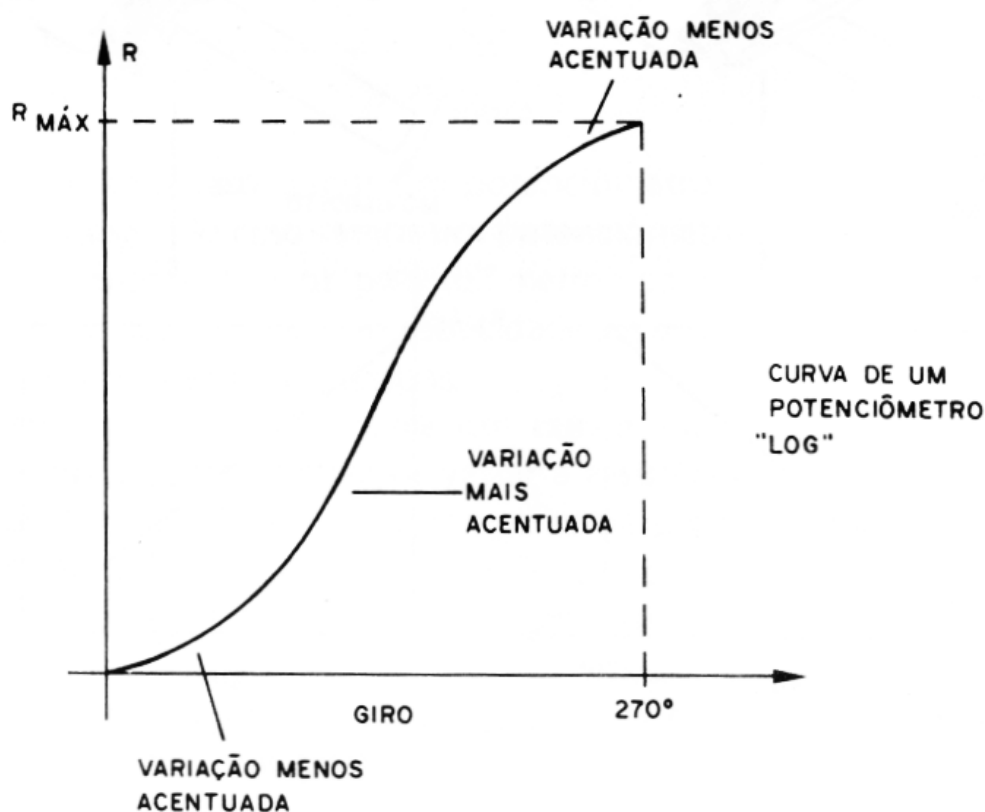

figura 5
2) Prenda, com fita adesiva, a placa virgem, já cortada no tamanho certo, numa base de madeira e sobre ela a cópia do desenho, como mostra a figura 5.
Já os logarítmicos não seguem uma proporção do mesmo modo. No início do giro, ou nos extremos, a variação da resistência é mais lenta, para ser mais rápida na parte central do giro. Um gráfico resulta numa curva bem diferente, como mostra a figura 5.